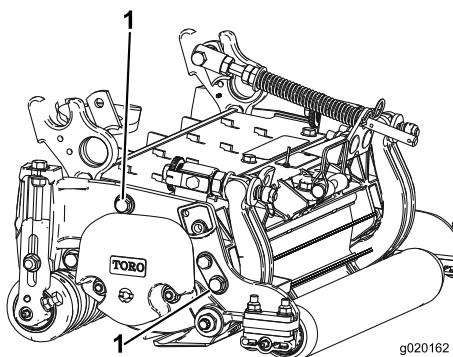

Figura 12
**Nota:** La posición del rodillo trasero respecto al molinete es controlada por las tolerancias de mecanizado de los componentes ensamblados, y no es necesario ajustar el paralelismo. Es posible hacer ajustes limitados colocando la unidad de corte en una chapa plana y aflojando los tornillos de caperuza de montaje de las chapas laterales (Figura 12). Ajuste los tornillos de caperuza y vuelva a apretarlos. Apriete los tornillos de cabeza hexagonal a 37-45 N·m.